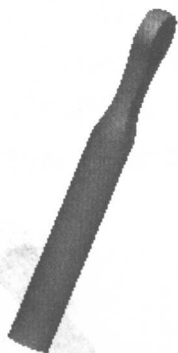

图 1.1.7
- (5) 完成特征截面后，单击工具栏中的“完成”图标.
- (6) 在操控板中，选取双侧深度类型均为.
- (7) 在操控板中，单击预览图标，可浏览所创建的切削特征。
- (8) 在操控板中，单击完成图标，则完成特征的创建。
Step5. 添加如图 1.1.7 所示的镜像复制特征，相关操作如下。